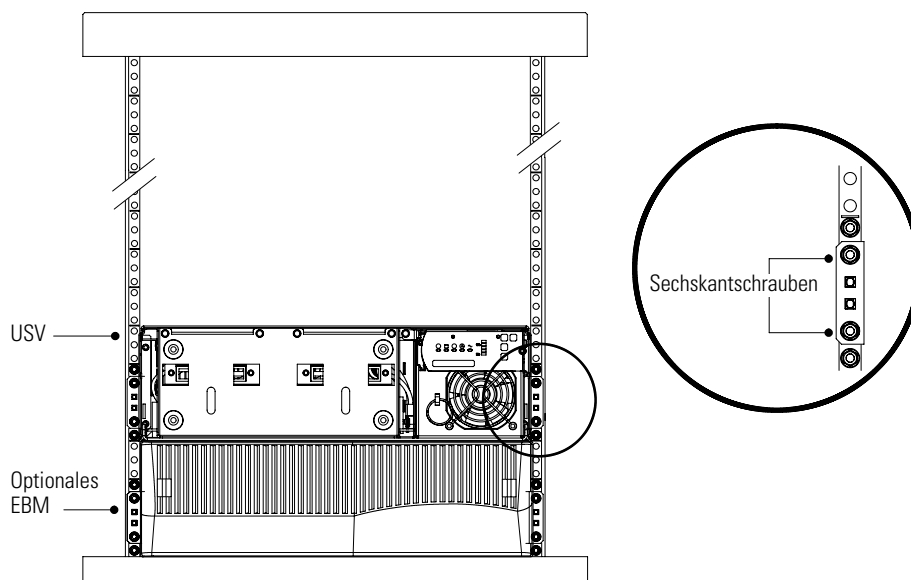

Abbildung 8. Befestigen der Halterungen
HINWEIS Die EBM müssen unter der USV eingebaut werden, wie in Abbildung 8 dargestellt.
11. Nach dem Einbau des USV-Gehäuses die Vorderseite der USV mit den beiden Sechskantschrauben in der oberen und unteren Position der Halterungen am Rack befestigen (siehe Abbildung 8). Den Vorgang für jedes weitere Gehäuse wiederholen.